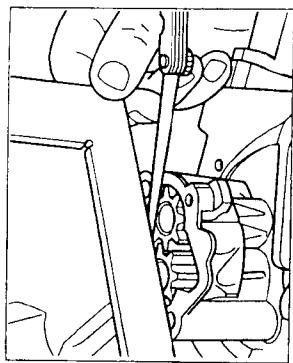

图 1-25 机油泵齿侧间隙检查
- (1) 检查机油泵侧间隙，如图1-25所示。新：0.05mm，磨损极限为0.20mm。